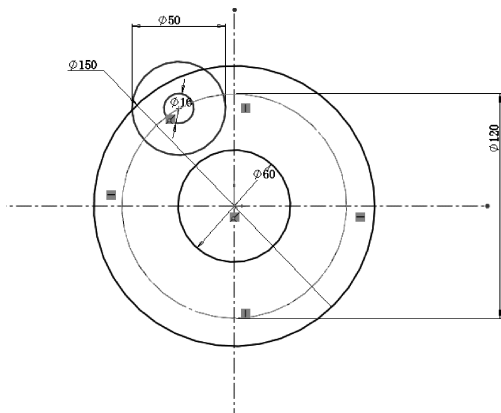

图 11-22 标注尺寸
6) 单击草图工具栏中的 (智能尺寸) 按钮, 选择要标注尺寸的圆, 将指针移到放置尺寸的位置, 然后单击来添加尺寸, 在修改框中键入 50, 再单击修改框中的 按钮, 接着单击图形区域, 同样方法标注其他圆的尺寸, 如图 11-22 所示。